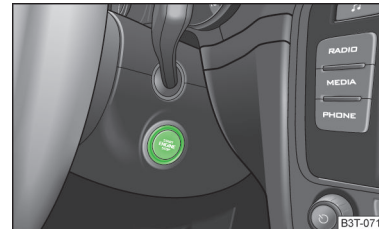

Abb. 134
- Den Motor abstellen bzw. die Zündung durch Drücken des Starterknopfes ausschalten » Abb. 134.
➤ Den Starterknopf » Abb. 134 auf Seite 143 kurz drücken.
- Den Starterknopf » Abb. 134 auf Seite 143 drücken und gedrückt halten1), bis der Motor anspringt.
- Den Starterknopf » Abb. 134 auf Seite 143 kurz drücken.
➤ Den Starterknopf » Abb. 134 auf Seite 143 für länger als 1 Sekunde oder zweimal innerhalb von 1 Sekunde drücken.